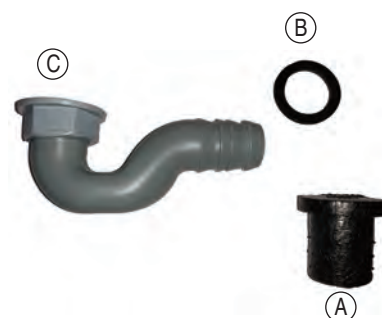

fig. 2
- Il sistema di evacuazione della condensa comprende, un adeguato sifone (fig. 2), sia per consentirne il deflusso in condizioni di possibile depressione, sia per evitare l'ingresso di odori indesiderati.
- The condensate evacuation system includes an appropriate siphon (fig. 2), both to allow it to flow in conditions of possible depression, and to avoid the ingress of unwanted odors
- Togliere il tappo di copertura (A fig. 2).
- Inserire l'O-Ring (B fig. 2) nel tubo filettato predisposto nella macchina, nel lato inferiore come da vista 1.
- Avvitare a fondo il sifone (C fig. 2) nel tubo filettato.
- Remove cover plug (A in fig. 2).
- Well srew siphon (C in fig. 2) in threaded connection.